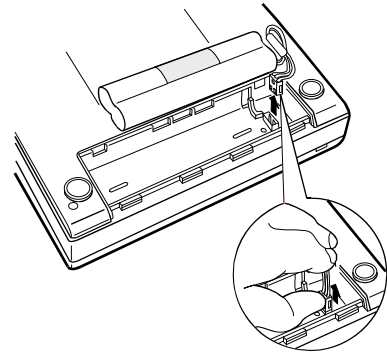

図 2
- ② 図2のようにバッテリーパックのコネクタを挿入し、バッテリーパックのラベルが上に見えるようにバッテリーパックを収納します。
- ③ 電池蓋を閉めます。
- ① 電池蓋を外します。
- ② バッテリーパックを取り出してから、コネクタをつまんで引き抜きます。